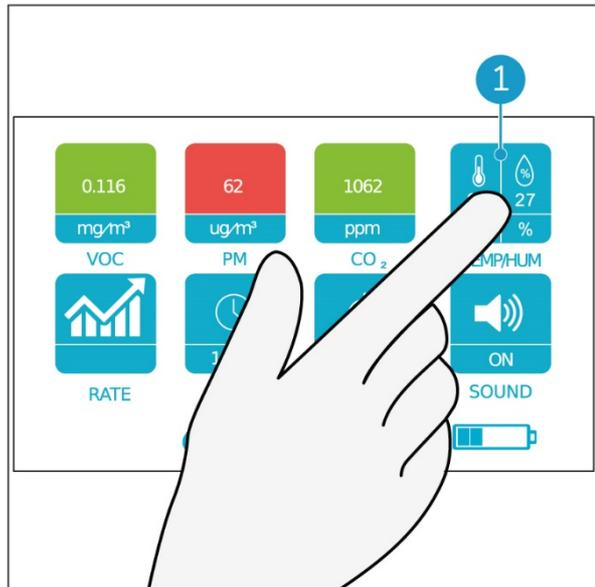

Abbildung 16
1. Berühren Sie die Schaltfläche TEMP/HUM (Abbildung 16, Pos. 1) mit einem Finger.